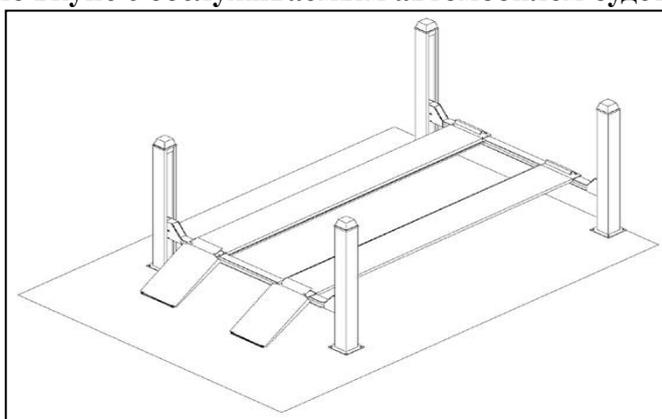

Рисунок 9
-В случае разрыва маслопровода или обрыва стального троса, соответствующий механизм защиты троса предотвратит скольжение платформы (см. Рис. 9).